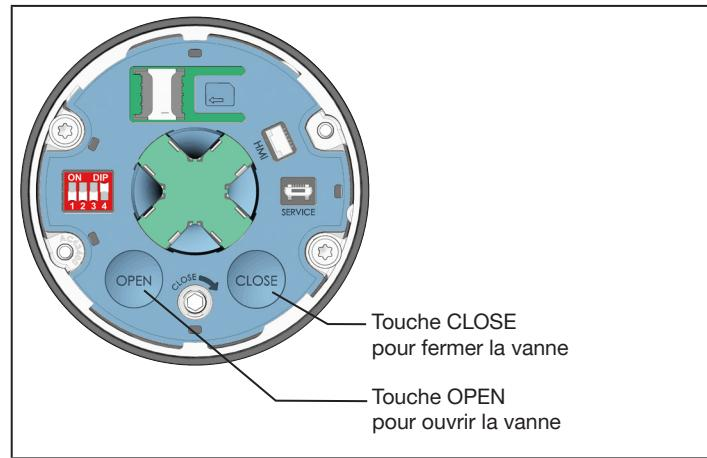

Fig. 38 : Commande manuelle électrique pour les appareils sans module d'affichage
- Ouvrir ou fermer la vanne avec la touche OPEN et la touche CLOSE (voir « Fig. 38 »). **⚠** Ne pas appuyer de nouveau sur la touche CLOSE lorsque la vanne est fermée !